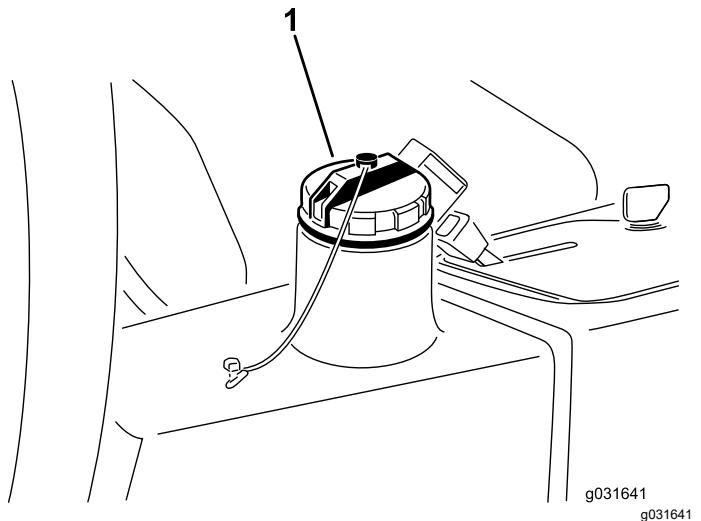

図 66
4. 油圧オイルタンク図 66に約 13.2 リットルの油圧オイルを入れる油圧作動液の仕様(ページ 54)と油圧オイルの量を点検する(ページ 54)を参照。